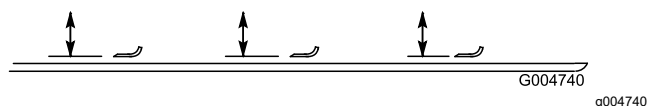

Figura 125
2. Ruotate la lama fino a quando le estremità non sono rivolte in avanti e indietro e misurate la distanza tra l'interno dell'apparato di taglio e il tagliente sulla parte anteriore della lama (Figura 125).